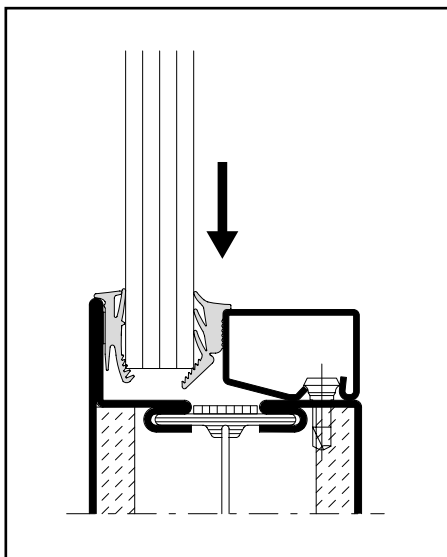

Abb. 19 / Fig. 19 / Fig. 19
- Keildichtung glasleistenseitig eindrücken. Im Eckbereich beginnen und anschliessend in Richtung Mitte eindrücken (Abb. 19).
- Enfoncer les joints coté parcloses en commençant dans les angles et en les enfonçant vers le milieu (fig. 19).
- Press in the wedge weatherstrip on the glazing bead side. Commence in the corner and then press in towards the centre (Fig. 19).